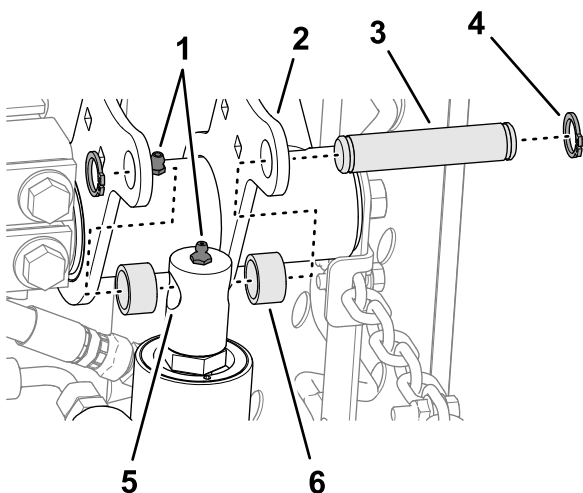

Figura 15
- Spostate lentamente l'asta del cilindro di sollevamento fino a quando non è allineata con i fori nelle flange del braccio di sollevamento destro (Figura 15).
- Assemblete l'asta alle flange con il perno di montaggio, 2 distanziali e 2 anelli elastici (Figura 15).
- Applicate grasso n. 2 a base di litio ai raccordi d'ingrassaggio del braccio di sollevamento e del cilindro idraulico (Figura 15).
1. Allineate i fori nelle piastre del telaio portante posteriore con i fori nelle piastre di montaggio dell'apparato di taglio (Figura 15).